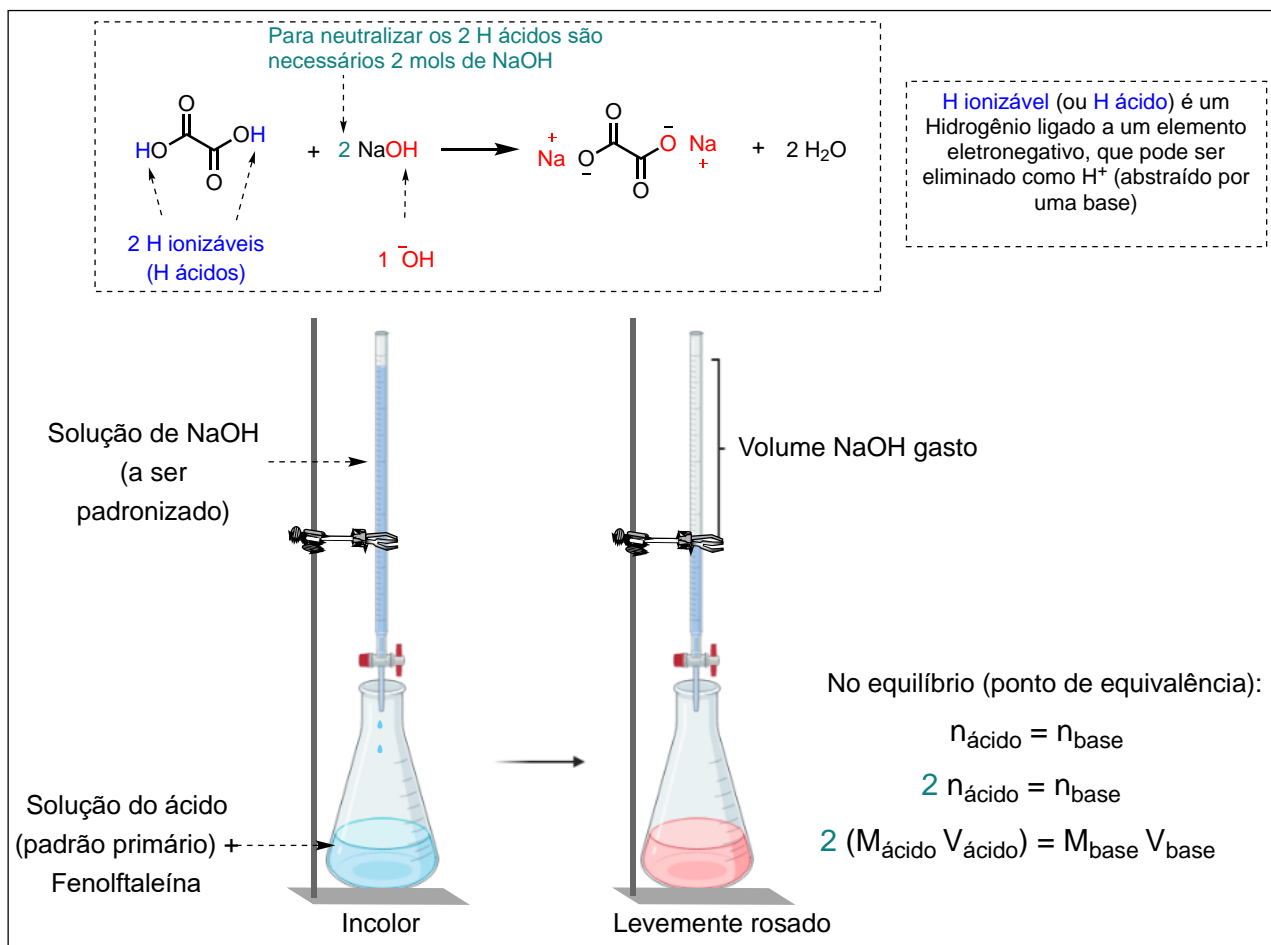

Figura 2. Representação esquemática de uma titulação ácido-base de padronização do hidróxido de sódio.
d) Titule cada solução gotejando a solução de NaOH da bureta no erlenmeyer sob agitação, até o aparecimento da cor rosa e anote o volume gasto (Figura 2). Repita a titulação utilizando os outros dois erlenmeyers. Anote os volumes gastos em cada titulação e calcule o *volume médio* e calcule concentração molar média da solução titulada.